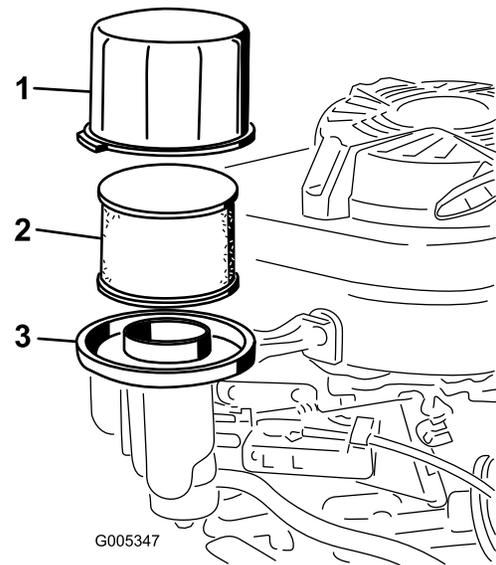

Figura 24
3. Retire la tapa y límpiela a fondo (Figura 24).
4. Retire el prefiltro de espuma y el filtro de aire de papel de la base del filtro de aire (Figura 24).